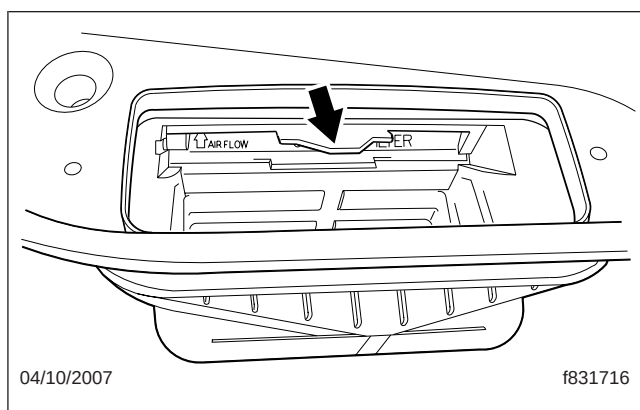

Fig. 3, Désengagement du verrou
4. Appuyez légèrement sur la poignée du plateau de filtre pour désengager le verrou (voir la **figure 3**) et tirez le plateau hors du logement du plenum.